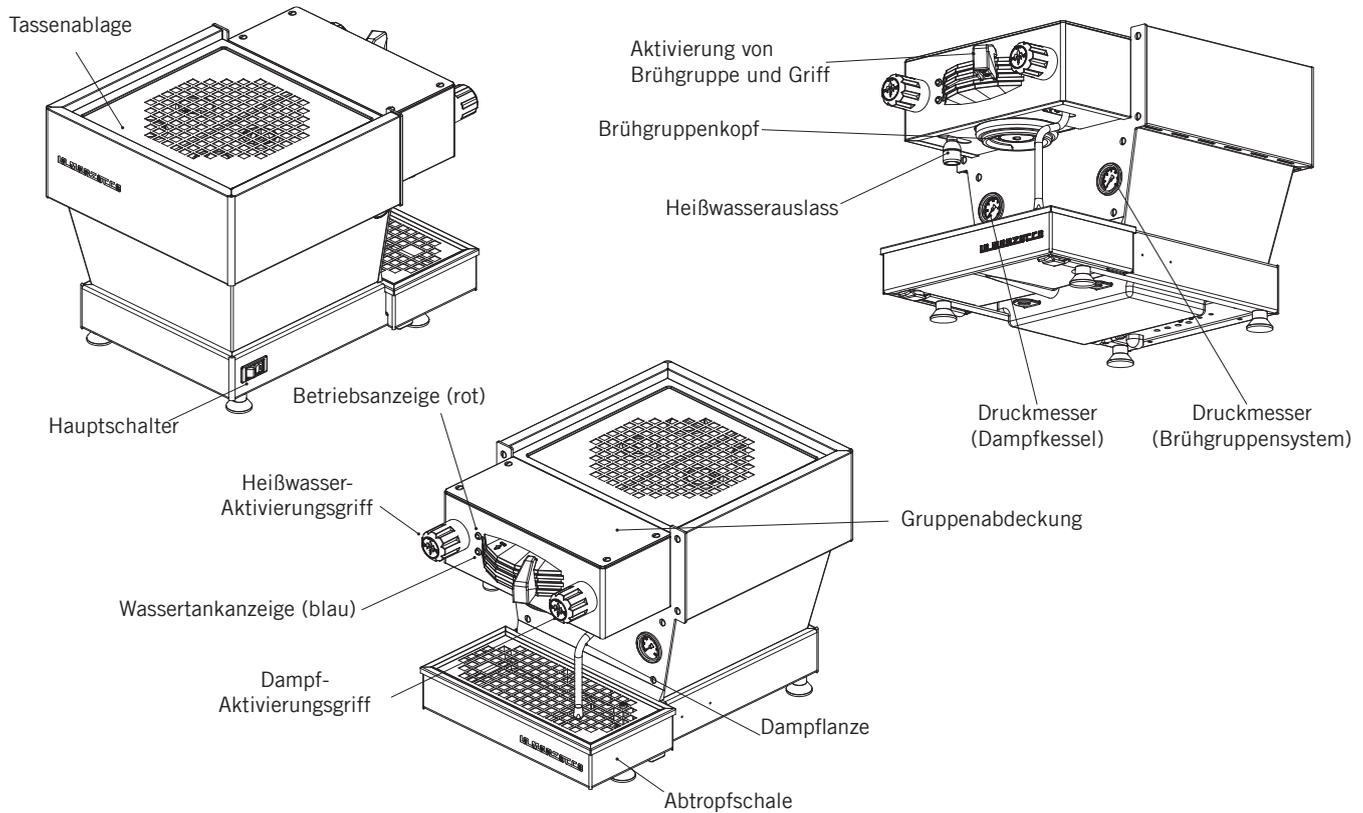

Abbildung 1 – Beschreibung des Gerätes
**2. Brühen von Kaffee:** Jetzt können Sie den Siebträger entfernen, um ein Kaffeegetränk zuzubereiten. Füllen Sie den Siebträger mit dem Einzel- oder Doppelsieb mit gemahlenem Kaffee. Pressen Sie den gemahlenen Kaffee mit dem mitgelieferten Stopfer und setzen Sie den Siebträger in die linea mini ein. Um den Brühvorgang zu starten, bewegen Sie den Griff von rechts nach links (siehe Abb.1 Seite 8).
Sie können heißes Wasser über den Heißwasserauslass beziehen. Um heißes Wasser auszugeben, drehen Sie die linke Taste (siehe Abb.1 Seite 8).
Heißes Wasser kann aus der Heißwasserlanze links am Gerät bezogen werden. Dies wird durch Drehen des linken Knopfs erreicht (s. Seite 8, Abb.1).